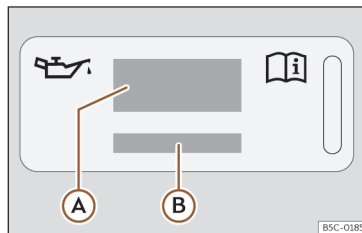

Fig. 213 No compartimento do motor: etiqueta de óleo do motor
Legenda da >>> **Fig. 213:**
Se tiver de adicionar óleo do motor, utilize um dos óleos indicados na etiqueta >>> **Fig. 213**. A etiqueta com a norma prescrita encontra-se na parte da frente do compartimento do mo-
- Se faltar a etiqueta com a especificação do óleo do motor >>> **Fig. 213**, contacte uma oficina especializada.